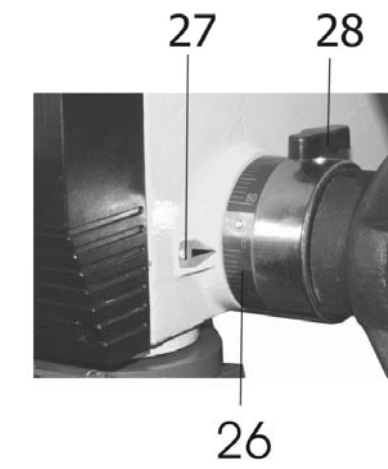

Рис.7
10.4. Контроль и регулировка глубины сверления «глухих» отверстий производится по шкале (26), Рис.7. Для этого необходимо ослабить фиксирующую ручку (28), затем установить вращением кольца шкалы (26) необходимую глубину сверления глухого отверстия, сопоставив соответствующее деление шкалы (26) с указателем (27), Рис.7. После чего необходимо зафиксировать заданную настройку фиксирующей ручкой (28). При достижении заданной глубины сверления нулевая риска на шкале (26) совпадет с указателем (27), Рис.7.